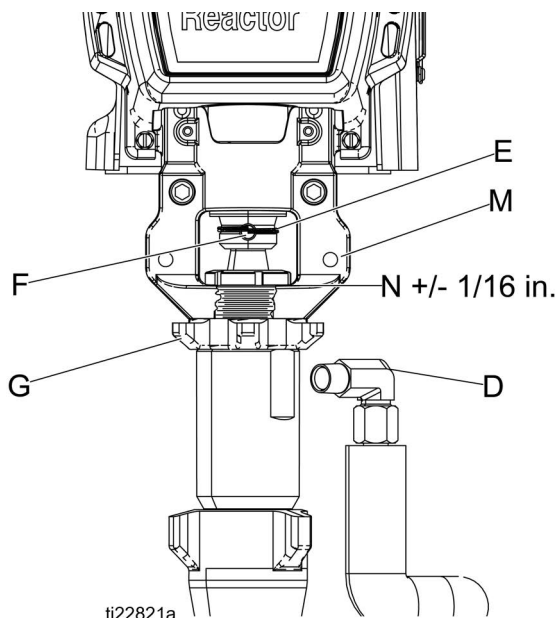

図 3
1. ロックナット (G) が平らな面を上にしてポンプにネジ止めされていることを確認してください。ピン穴が一列に揃うまでポンプをベアリングハウジング (M) にねじ込みます。ピン (F) を押し込みます。リターナーワイヤークリップ (E) を引き下げます。閲覧と組み立ての注記については、図 3 を参照してください。
2. 液体アウトレット (D) が鋼製チューブと揃い、トップスレッドがベアリング表面 (N) の $\pm 2 \text{ mm}$ (1/16 インチ) になるまでポンプをハウジング内にねじ込みます。
3. ノンスパーキングハンマーでしっかりと叩き、ロックナット (G) を固定します。
4. 液体インレット (C) とアウトレット (D) を再接続します。